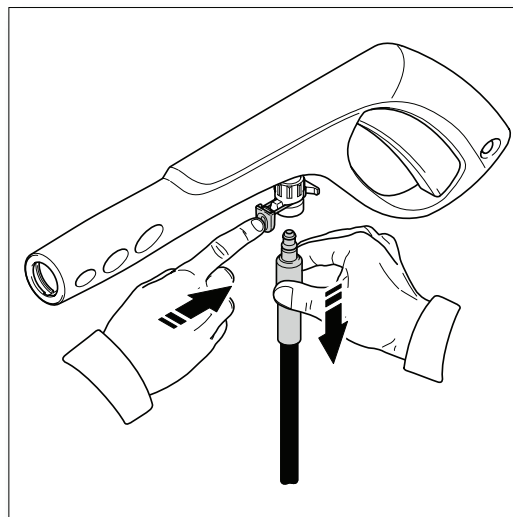

Fig. 6
- Para quitar la manguera de la pistola rociadora, presione el botón del lado inferior de la pistola en dirección hacia el gatillo. La manguera se deslizará y se desconectará (Fig. 6).